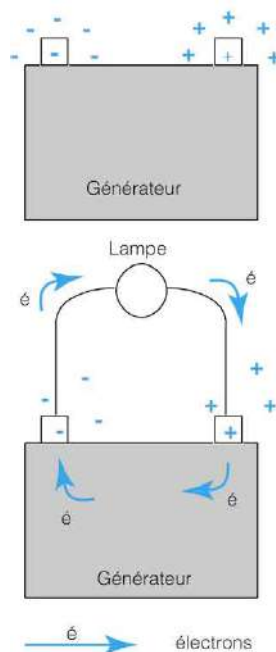

Figure 1 : Le principe du générateur électrique
**Le générateur :** un générateur est un appareil qui produit de l'électricité. Il est muni de deux bornes métalliques. Il contient un dispositif qui crée un excès d'électrons sur une borne et un manque sur l'autre. On symbolise ces bornes avec plus (+) pour l'excès et moins (−) pour le manque (figure 1). Lorsque l'on raccorde un récepteur à ses bornes (une ampoule sur une pile, par exemple), le générateur
**L'intensité** (symbole **I**) : quand on branche une lampe sur le générateur (figure 1), on établit un circuit passant par l'ampoule. Un certain flux d'électrons transite dans les fils et le filament de la lampe. Ce flux s'exprime en **ampères** (symbole **A**).